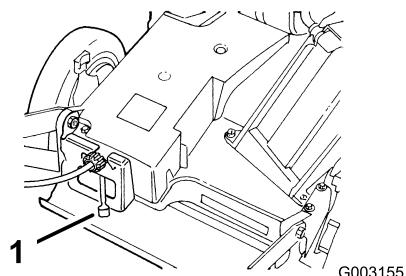

Figura 14
- Mueva el control de velocidad sobre el terreno a la posición de Punto muerto (N) (Figura 14).
El cortacésped tiene 3 velocidades sobre el terreno. 1 es velocidad lenta, 2 es velocidad media, y 3 es velocidad rápida. El control de velocidad sobre el terreno está ubicado en la parte trasera de la cubierta de la correa (Figura 14).